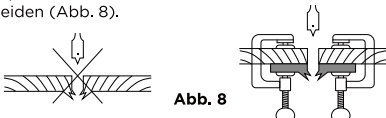

Abb. 8
- Legen Sie beim Bohren von „Durchgangslöchern“ einen Holzklötz hinter das Werkstück, um ausgefranzte oder abgesplitterte Kanten auf der Rückseite des Lochs zu vermeiden (Abb. 8).